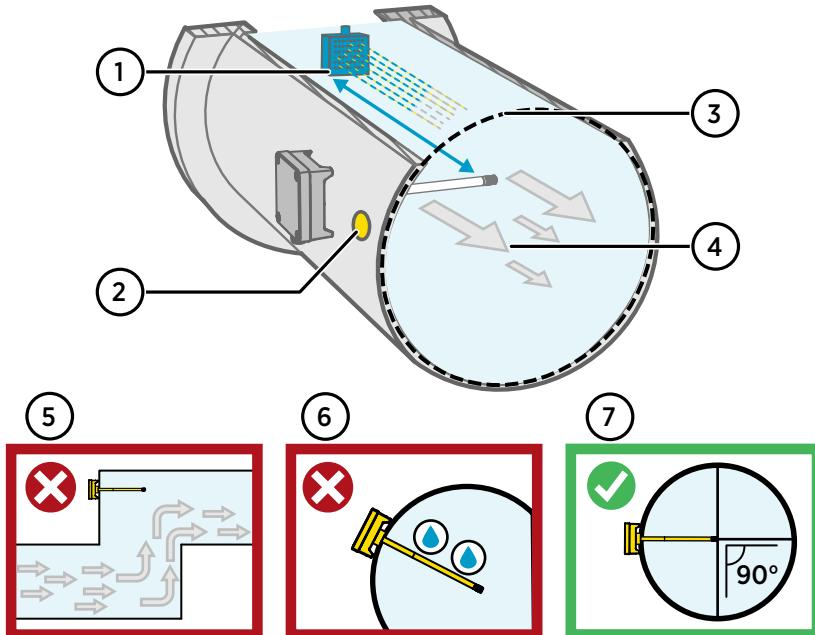

Abbildung 13 Übersicht zur Leitungsmontage
- 4. Optional: Bohren Sie ein zweites Loch für Referenzmessungen ca. 30 cm von der Einbaubohrung des Messwertgebers entfernt. Siehe Abbildung 13 \(Seite 20\).